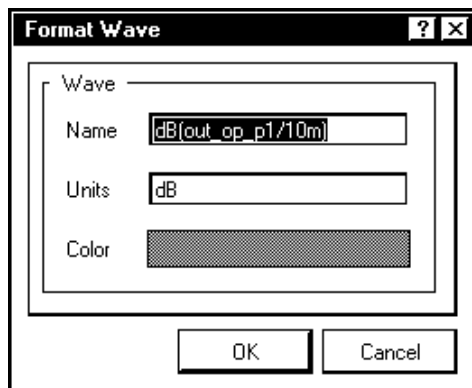

Рис. 9.17. Окно настройки формата волны
- **Format Wave** — по этой команде открывается одноименное диалоговое окно (рис. 9.17), в полях которого можно назначить новое имя выбранной кривой, указать единицы измерения и задать цвет кривой на графике.